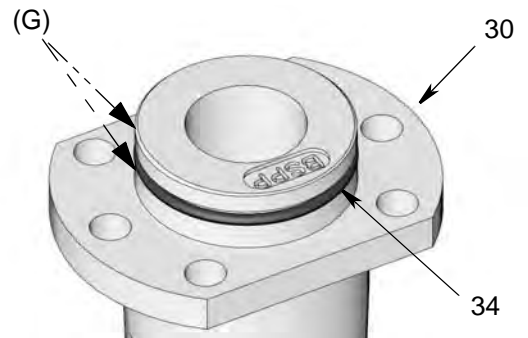

ABB. 11
14. Sicherstellen, dass sich der O-Ring (34) am Auslass (30) befindet. Wie in ABB. 11 dargestellt Schmierfett (G) dünn am O-Ring auftragen.